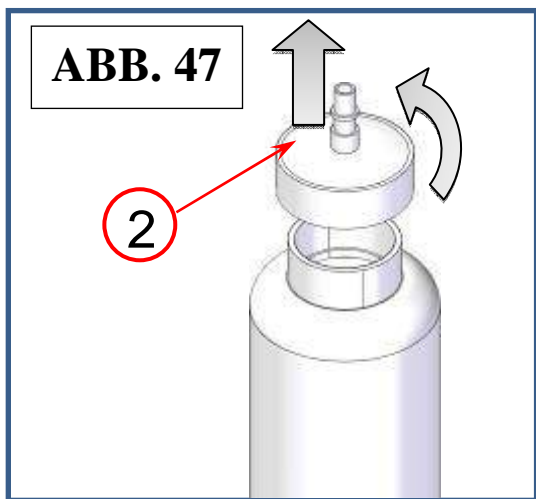
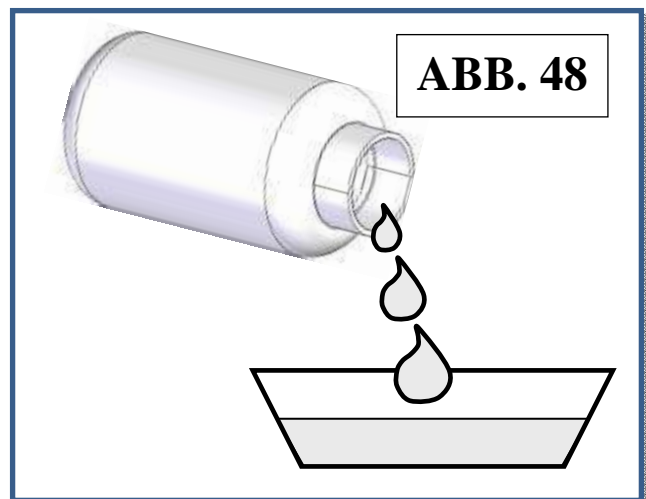

ABB. 47
ABB. 48
3. Die Kappe (Ref. 2, Abb. 47) lösen während der Behälter gehoben wird und das Altöl in einen geeigneten Behälter für Altöl entleeren (Abb. 48).